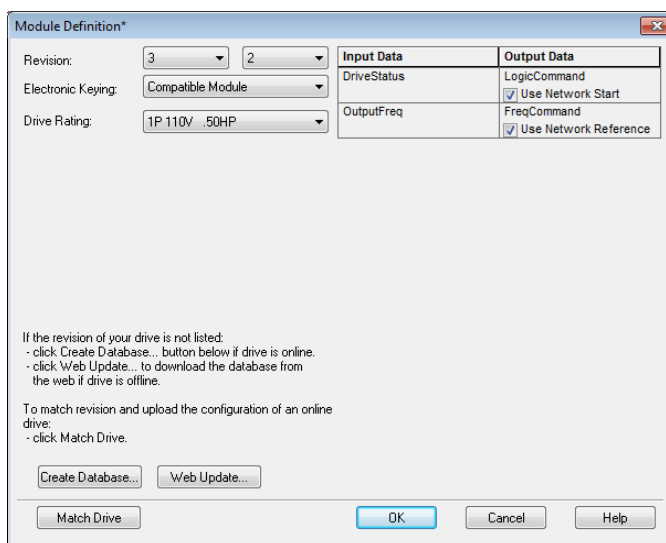

Figura 10: Ingreso de datos del módulo
5. En la ventana que aparece en la figura 10, colocar el número de revisión 3.2 [14], ingresar los datos de la alimentación del variador, nos aseguramos que estén en visto ambas opciones en la columna de “Output Data” y dar click en “Match Drive”.